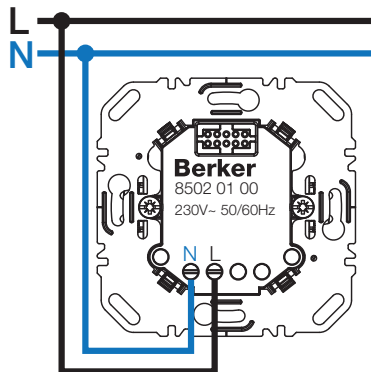

Bild 2: Anschlussplan Netzeinsatz
- Netzeinsatz gemäß Anschlussplan (Bild 2) anschließen